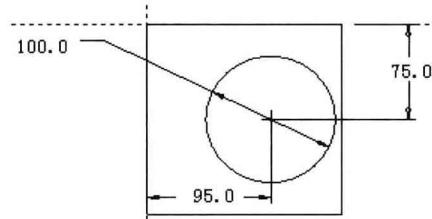
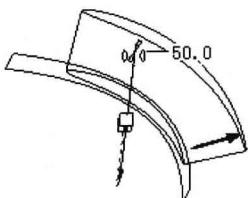
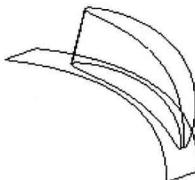

图 1.22
图 1.23
图 1.24
- (1) 选择曲面。
- (2) 在下拉菜单中选择“编辑”→“偏移”命令。
- (3) 选择“具有斜度”(With draft) 偏移曲面类型。
- (4) 单击“参照”按钮，然后单击“定义”(Define) 按钮。
- (5) 选择基准平面 TOP 为草绘平面，单击鼠标中键进入草绘器。
(6) 绘制如图 1.22 所示的截面。
(7) 单击“草绘”工具栏中的 按钮退出草绘器。
(8) 修改偏移值为 50。预览模型如图 1.23 所示。
(9) 单击“选项”按钮，选择“平移”(Translate) 选项。注意观察模型的变化。
(10) 单击鼠标中键，模型如图 1.24 所示。